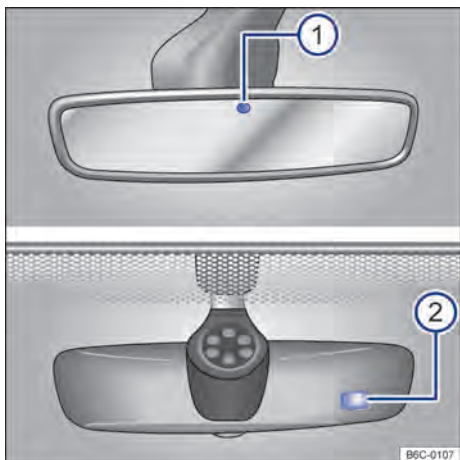

Fig. 79 No para-brisa: espelho retrovisor interno com antiofuscante automático.
Com a ignição ligada, os sensores medem a incidência da luz por trás → Fig. 79 ① e pela frente → Fig. 79 ②.